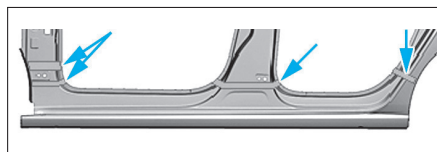

FIG. 75
- Apposer de nouveaux morceaux de mousse (Fig.75).